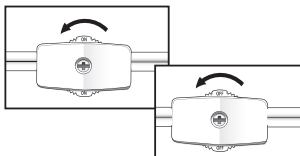

Fig. 1
11. Asegúrese que la perilla del cable de energía esté en la posición de 'APAGADO' y conecte el cable de energía a un tomacorriente. Gire la perilla hacia la posición de ENCENDIDO, Fig. 1. La luz del frente de la unidad debajo del tanque de llenado secundario deberá iluminarse.